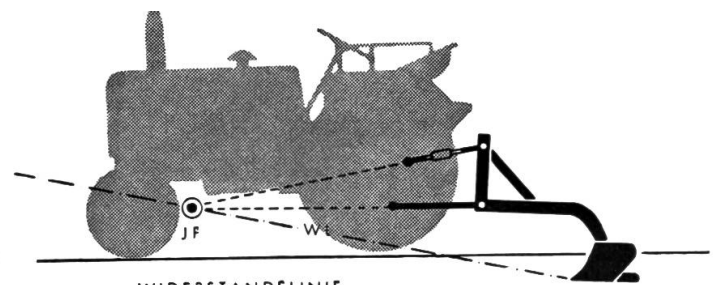

Abb. 2
49. Gewiss, die Einstellung der Arbeitstiefe ist weit schwieriger. Durch den ideellen Führungspunkt wie auch durch die Lage der Widerstandslinie (Abb. 2) wird die Arbeitstiefe bestimmt. Wenn man sich die Abb. 2 ansieht, wird man feststellen, dass die Widerstandslinie des Pfluges vom Pflugschar aus unter einem Winkel von 12 bis 25° nach oben vorwärts gerichtet durch den ideellen Führungspunkt geht. Soll der Pflug tiefer arbeiten, so muss der ideelle Führungspunkt im Vergleich zur jetzigen Lage der Widerstandslinie nach unten bzw. nach vorn verlegt werden. Dies erreicht man bei fast allen Traktoren dadurch, dass der obere Lenker am Traktor höher und zur Erreichung einer flacheren Furche tiefer befestigt wird.